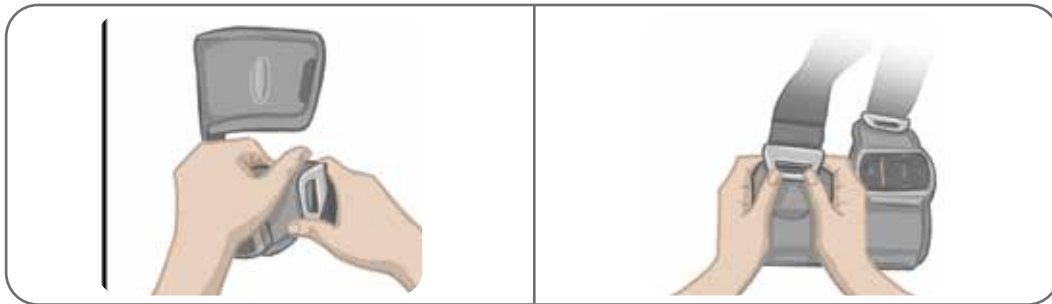

Figure 11-12 : Retrait des sangles de cuisse
1. Poussez la boucle de la sangle attachée vers le manchon à cuisse en la tordant. Reportez-vous à la figure 11-12.